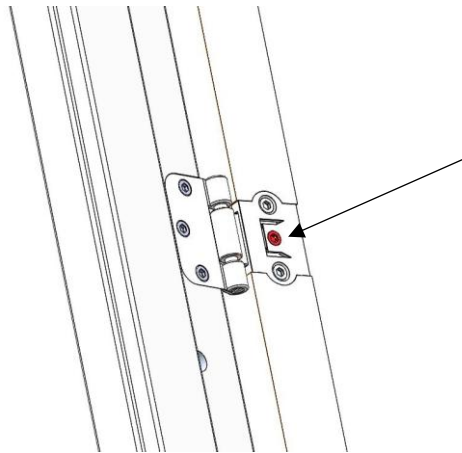

Bild 3
2. Låsskruv fästs när båda gångjärnen sitter i fästbrickan (se bild 3).